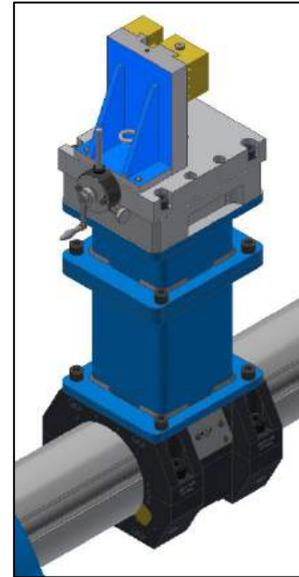
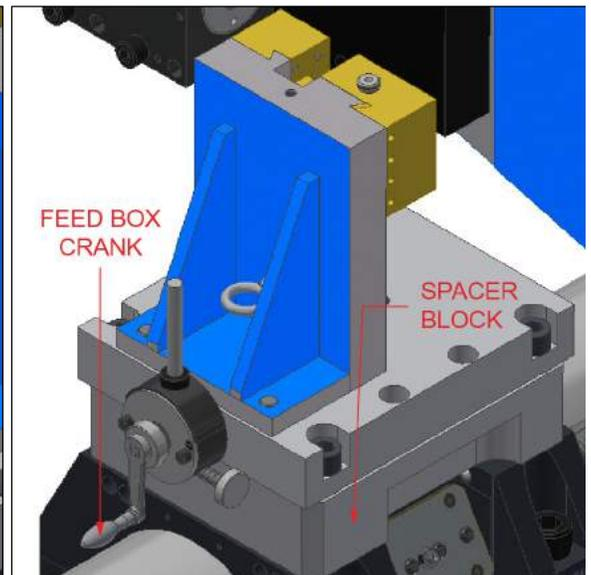

Abbildung 23. Planfräskopf mit Abstandshaltern am Werkzeugträger montiert
Abbildung 27. Planfräskopf montiert auf Abstandshaltern mit angebaute Vorschubkurbel
- b) Wenn mindestens ein Abstandshalter verwendet wird (siehe Abbildung 23), verwenden Sie die Handkurbel der Vorschubbox, um manuelle Einstellungen vorzunehmen und den automatischen Vorschub zu aktivieren. Die Vorschubhandkurbel ist ein Kombinationswerkzeug, das während des Betriebs am Planfräskopf befestigt bleibt (siehe Abbildung 27 auf Seite 36).